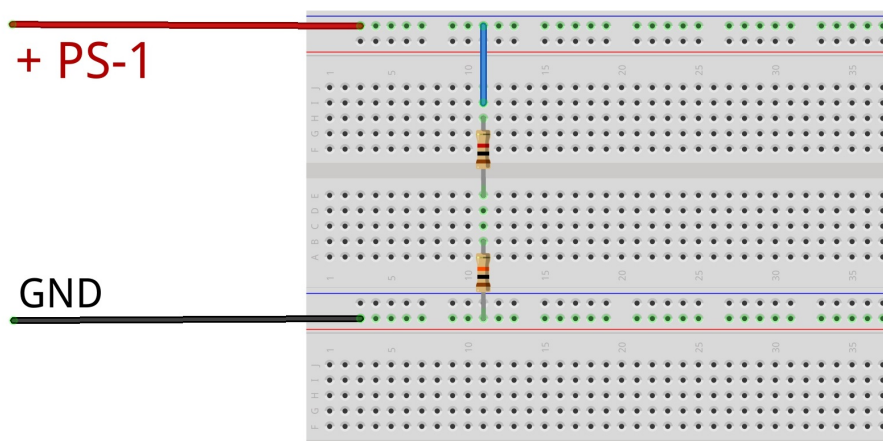
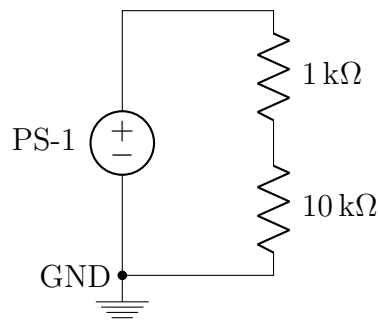

Figura 1
Figura 2
1. Monte o circuito de divisor de tensão contendo duas resistências, como mostrado na Figura 1.
Note que as conexões da Figura 1 criam um circuito semelhante ao diagrama esquemático da Figura 2. Nos próximos roteiros você deverá entender os esquemáticos e organizar seu próprio circuito, seguindo a lógica de conexão para cada elemento.